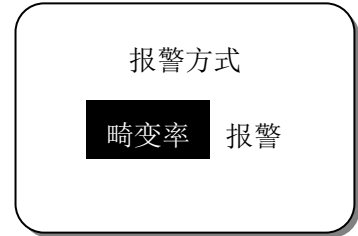

图 16 报警方式子菜单
- 报警方式：选择总谐波畸变率超限报警或谐波值超限报警，见图 16 所示。